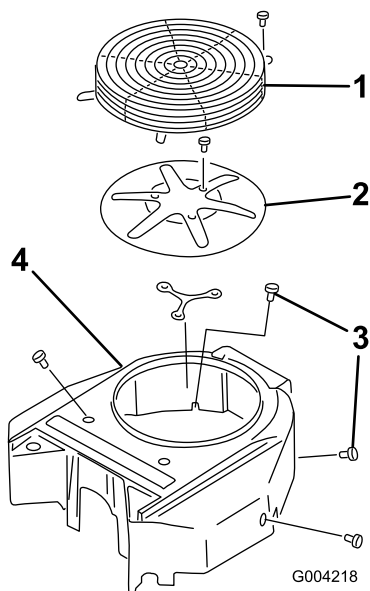

Figura 43
3. Togliete la protezione, la griglia della presa d'aria e la sede della ventola (Figura 43).
5. Installate la protezione, la griglia della presa d'aria e la sede della ventola (Figura 43).